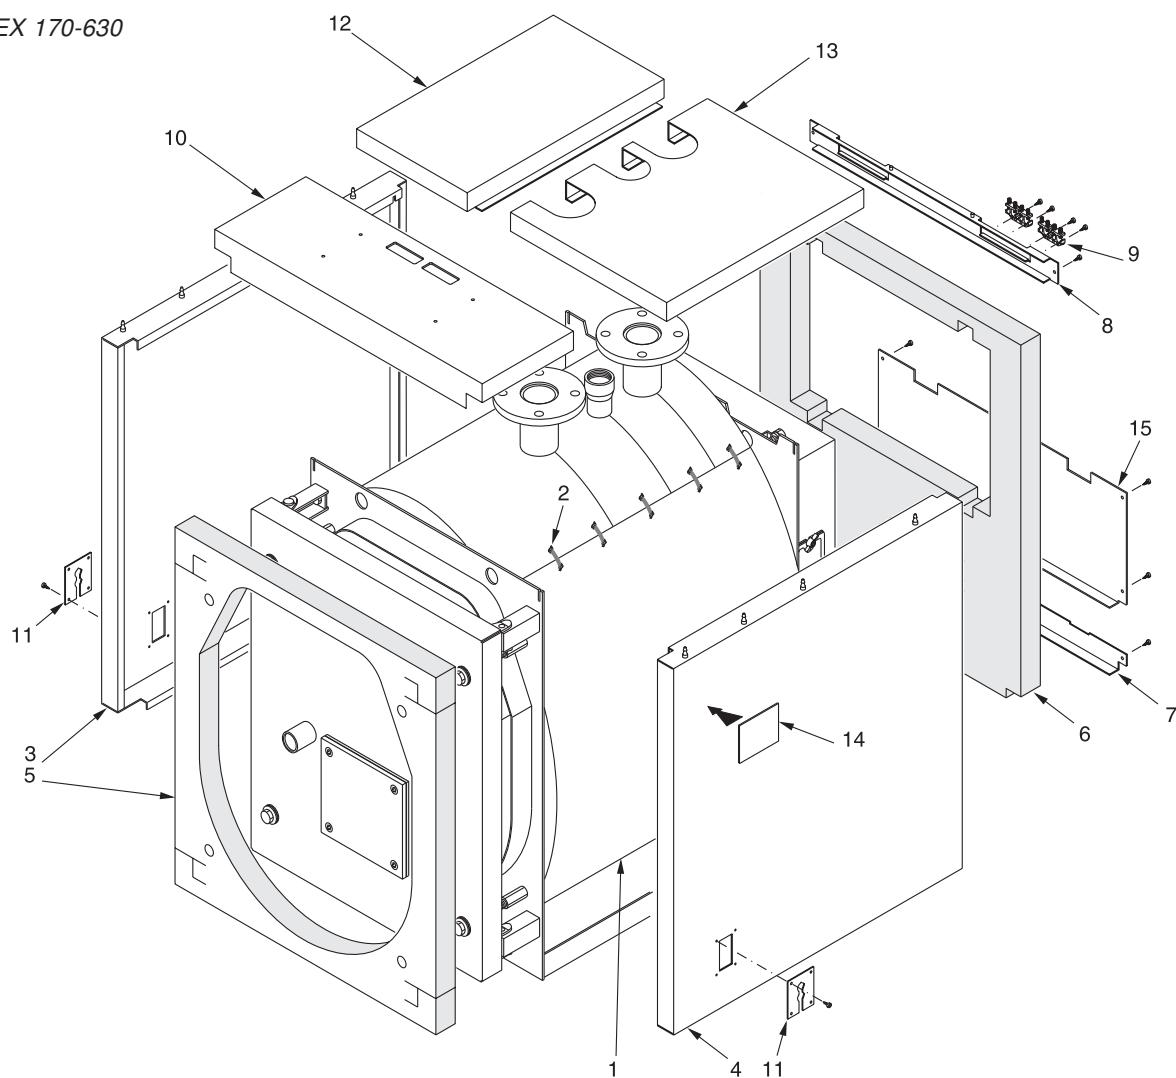
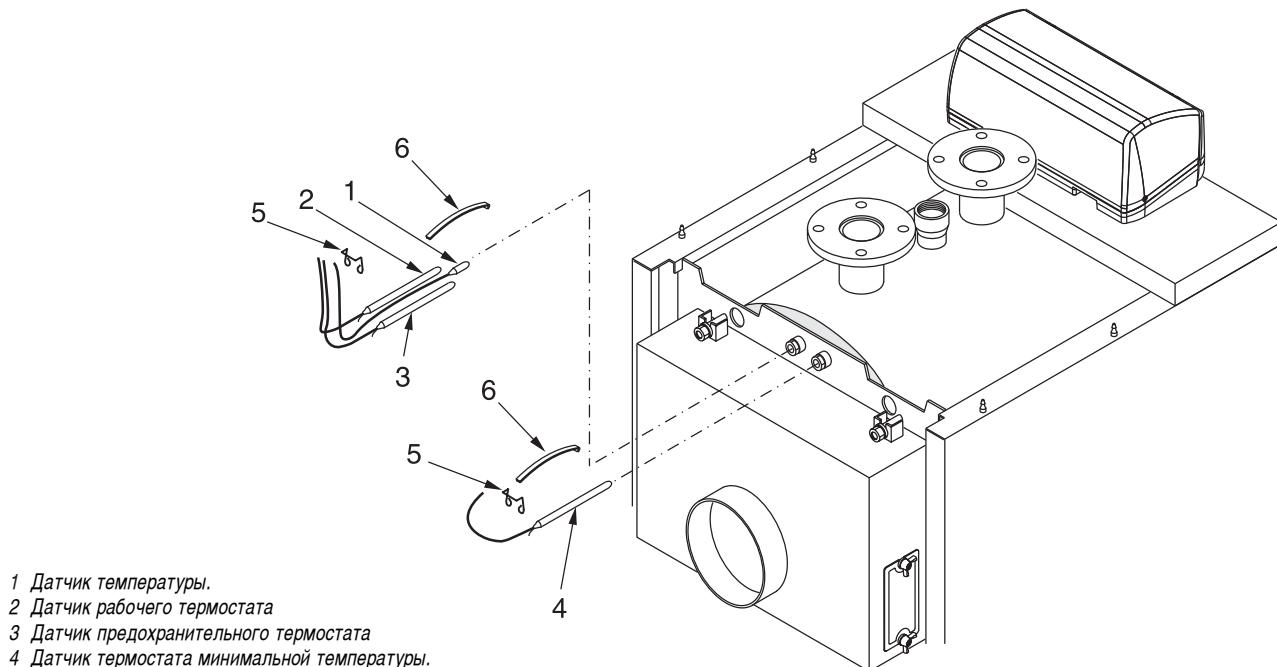

рис. 21
рис. 22
N.B. Для моделей котла от **ELL 170 до ELL 510** (см. рис. 21), обшивка и изоляция находятся в одной упаковке с маркировкой:
N.B. Для модели **ELL 630** (см. рис. 21) и для моделей от **ELL 760 до ELL 2200** (см. рис. 22 и 23), обшивка и изоляция находятся в трех упаковках маркированных:
Последовательность монтажа (см. рис. 21)
- G) Вставьте датчики приборов в манжеты, как показано на рис. 22 и подключите пульт управления к электропитанию, к горелке, насосам, и т.д. Закройте крышки панели управления. Проведите кабель горелки через зажимную панель проводов (поз. 11) со стороны его выхода и зафиксируйте кабель при помощи прилагаемого хомута. Зафиксируйте зажимные панели проводов (поз. 11) на боковых панелях обшивки. С обратной стороны котла аккуратно соедините выходящие электрические кабели в связку при помощи прилагаемого зажима.
- Вставьте датчики приборов в манжеты, как показано на рис. 22 и подключите пульт управления к электропитанию,